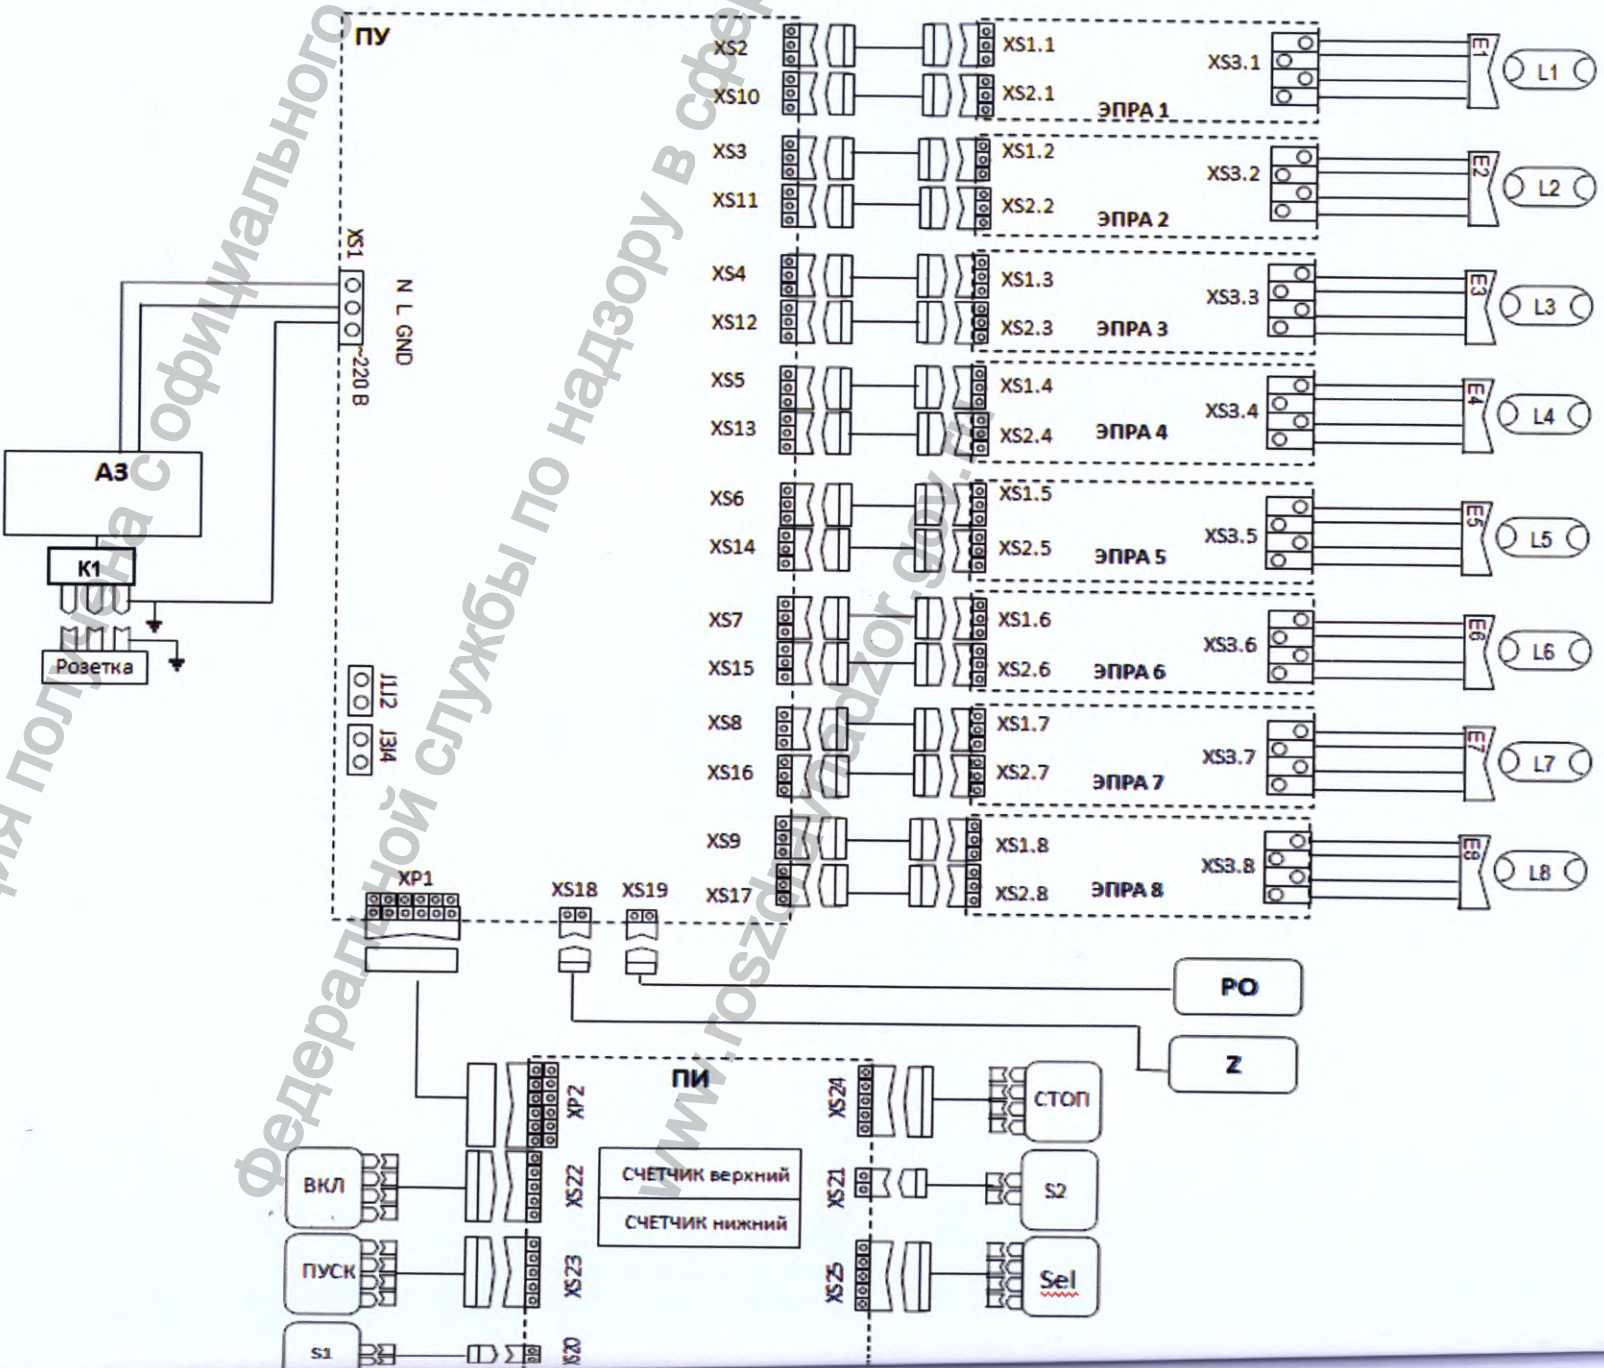

рис.30
- Вставить вилку шнура питания в розетку сети напряжением 220В с заземлением. При этом автомат защиты «А3» рис. 30 должен находиться в рабочем положении.